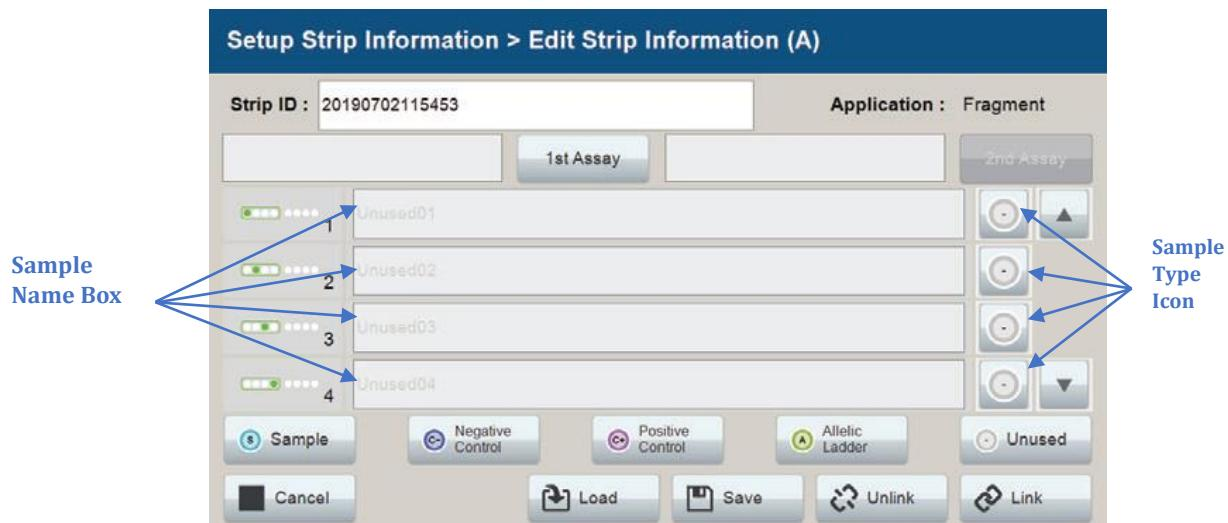
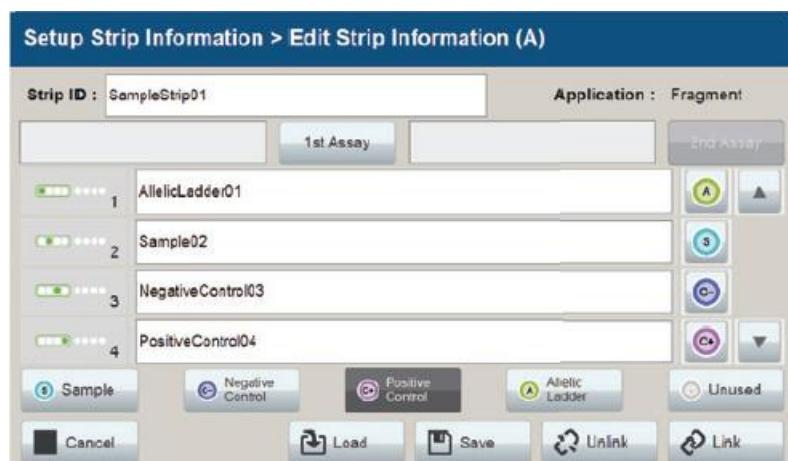
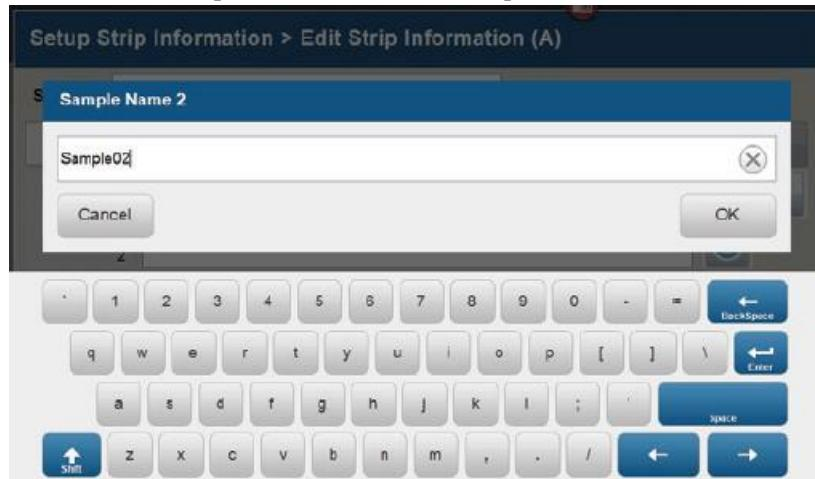
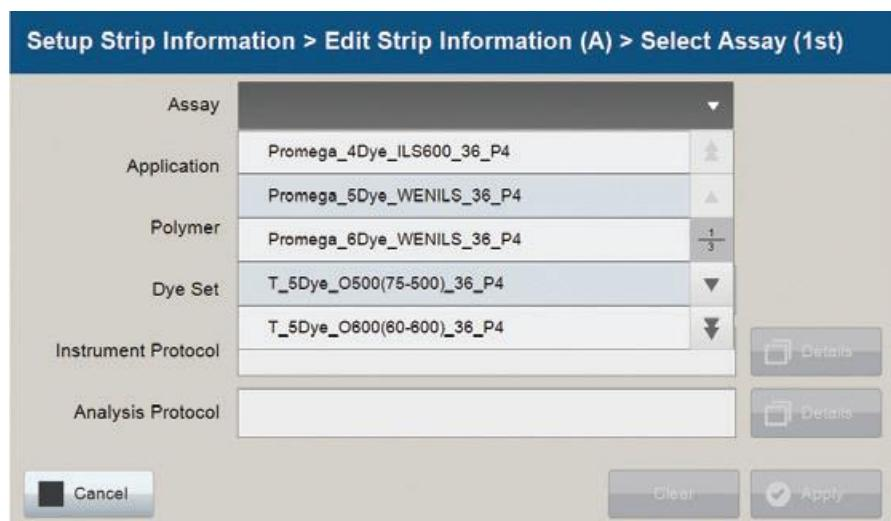

図 62 Edit Strip Information 画面上の Sample Type と Sample Name
図 63 Edit Strip Information 上の Sample Name 入力画面
図 64 Set Sample Name ウィンドウ
図 65 Select Assay のウィンドウ
2. Edit Strip Information 画面 (図 62) では sample type を選びます。sample name 入力のため、**Sample Name** ボックスをアクティブにする前に、各ウェルの位置で Sample type を選択する必要があります。フラグメント解析に使用できる Sample type は以下のとおりです。
4. ウェルにサンプルタイプを割り当てるためには、Edit Strip Information 画面の下部にある sample type ボタンを選択し（図 62）、目的のウェルの sample name ポップスの右側にある **Sample Type** アイコンを選択します。このアイコンは、そのウェルで選択されたサンプルタイプを表示します。（図 63）
5. Edit Strip Information 画面（図 63）のウェル番号に隣接する **Sample Name** ポップスを選択し、各ウェルの位置のサンプル名を入力します。そうすると Set Sample Name ウィンドウが開き、タッチスクリーン上のキーパッドが有効になります。（図 64）
インジェクションセットにランアッセイを割り当てるには、1st Assay (図 63) を選択し、Select Assay ウィンドウ (図 65) を開きます。次にドロップダウンリストをからスクロースボタンを使用して適切なアッセイを選択してください。